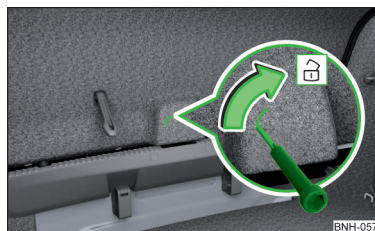

Abb. 163
- › In die Aussparung in der Verkleidung » Abb. 163 einen Schraubendreher oder ein ähnliches Werkzeug bis zum Anschlag einführen.